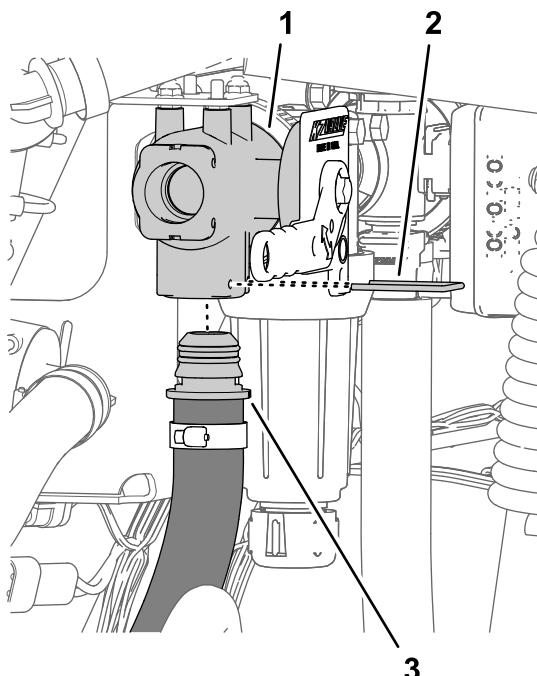

图 11
- 将压力软管总成的直通宝塔接头与清洁加药器阀的下端口对齐并插入直通接头直到其入位图 11。